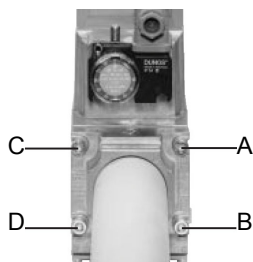

Рис. 11
1. Расслабить винты A и B, но **не снимать** их (Рис. 11 и Рис. 12)
2. Отвинтить винты C и D (Рис. 11 и Рис. 12)